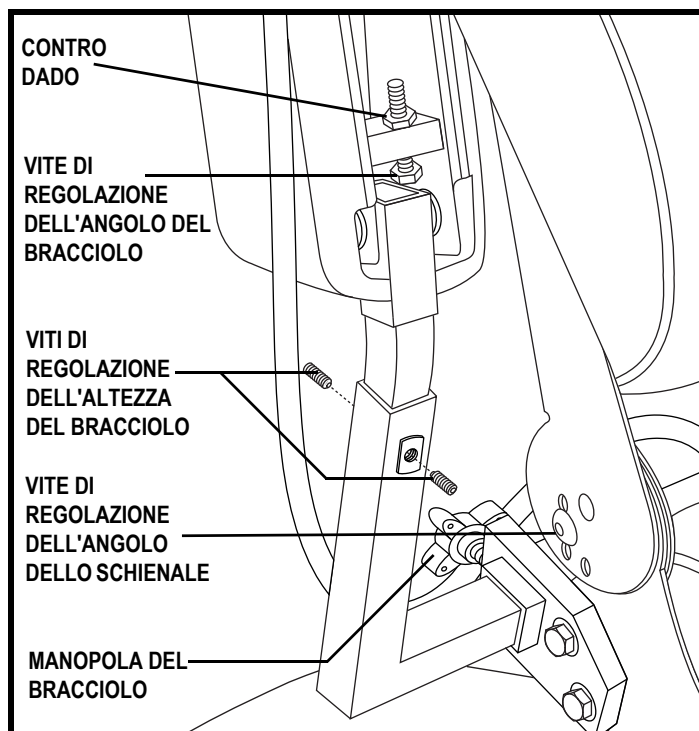

Figura 18. Regolazione altezza dello schienale/bracciolo
1. Rimuovere le viti di regolazione da ogni cerniera del sedile. **Vedere la figura 18.**
1. Individuare le due manopole dei braccioli su ciascun lato della staffa dell'alloggiamento del bracciolo. **Vedere la figura 18.**
1. Sollevare il bracciolo verso l'alto in modo che sia perpendicolare al pavimento. **Vedere la figura 18.**